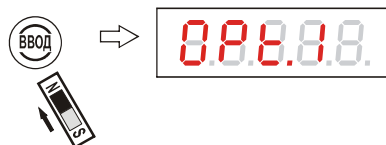

Рисунок 32 - Вход в режим программной настройки уровнемера
2.8.2 В режиме программной настройки в уровнемере предусмотрены два раздела: “OPt.1” и “OPt.2”. Для входа в режим программной настройки необходимо “нажать” «ВВОД». На цифровом табло появляется надпись “OPt.1”, рисунок 32: